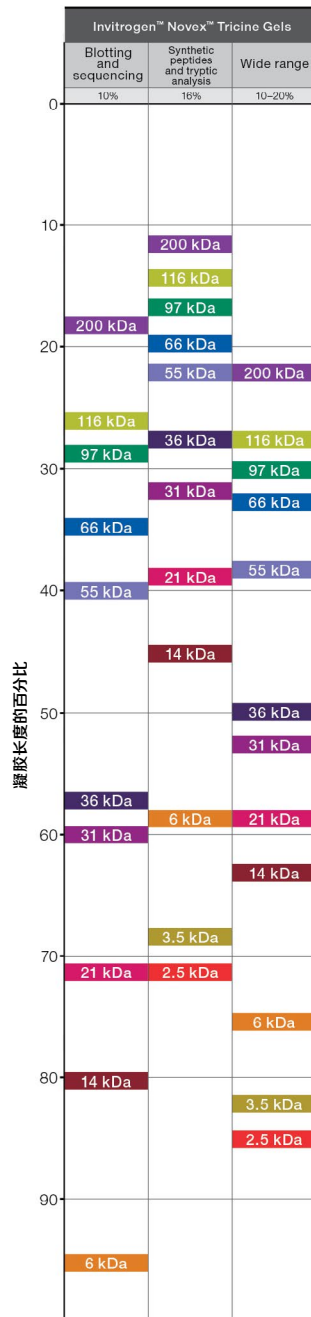

图 17. Novex Tricine 预制胶迁移图。为获得最佳分辨率，蛋白条带应在阴影区域内迁移。
- 适用于分子量低至 2 kDa 的蛋白, 电泳分辨率更高 (图 17)